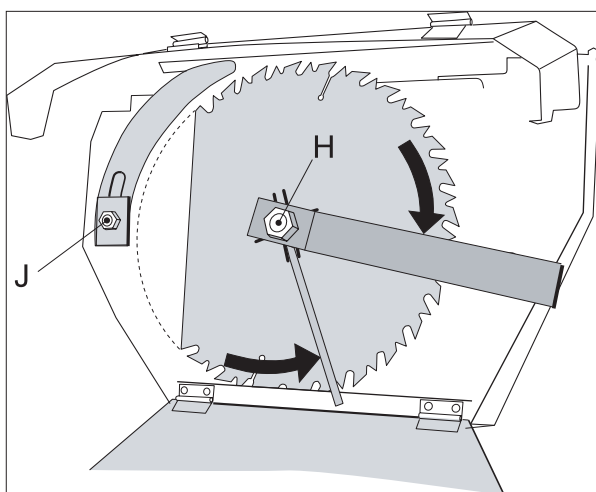

Fig. 18
- Sagbladdekselet åpnes ved hjelp av verktøy. Øvre beskyttelsesdeksel henges opp i lenken under sagbordet. Fjern sagbladet ved hjelp av medfølgende verktøy. Festemutteren **H** er venstregjennget og den løsnes ved å skru "med klokka". Sagbladet må holdes igjen med et annet verktøy. Påse at dekslet på bladboksen er lukket etter skifte av bladet. *Se fig. 18.*
- Spaltekniven må alltid være montert når sagen er i bruk. Justering av spaltekni-ven fremgår av *fig. 18 og 19.*